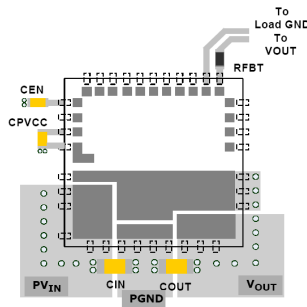

图7. 推荐电路板布线布局
3. 大面积覆铜电源通道PVIN、PGND、VOUT引脚（见图7），减小导电损耗和加强散热。